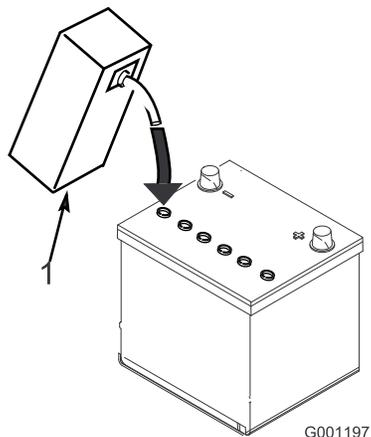

図 4
3. 各セルの電極板が液面下 6 mm程度に水没するまで、電解液を慎重に入れる 図 4。
4. 電極板が液を吸収するまで20-30分間程度待つ。必要に応じて、電極板が 6 mm程度水没するぐらいに電解液を補充する 図 4。